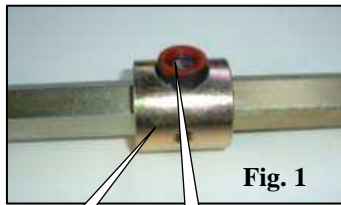
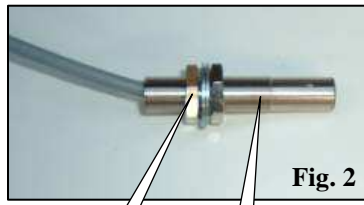
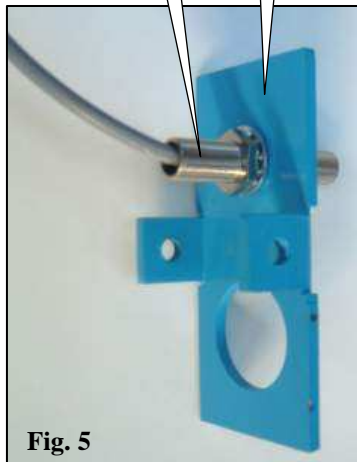
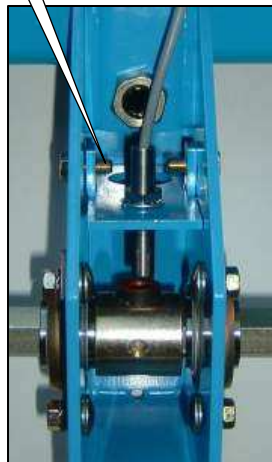

Fig. 1
Fig. 2
Fig. 5
Fig. 6
- **Sur semoir NG+ et NX (à partir de 2006)**, enlever le couvercle du boîtier A (fig.1) et la distribution. Retirer la tôle de protection I (Fig. 6) fixée sur le boîtier.
- **On NG+ and NX seeders (from 2006)**, remove the unit's cover A and the feed mechanism. Remove the protective metal plate I (Fig. 6) mounted on the unit.
- **Bei einer NG+- oder NX-Sämaschine (vor 2006):** Nehmen Sie den Deckel des Gehäuses A (Abb.1) und das Säsystem ab. Nehmen Sie ein Furchenrad, eine Säscheibe und den Zulauf aus schwarzem Plastik ab. Montieren Sie den neuen Zulauf B (Abb. 2) Ref. 7079.a (Haken nach unten, Achse und Stift nach oben).
- **Bei einer NG+- oder NX-Sämaschine (ab 2006):** Nehmen Sie den Deckel des Gehäuses A (Abb.1) und das Säsystem ab. Entfernen Sie das Schutzblech I (Abb. 6), das auf dem Gehäuse befestigt ist.
- **Bei einer NC-Sämaschine:** Senken Sie die Schar. Nehmen Sie den Deckel des Gehäuses A (Abb. 1) und das Säsystem ab.
- **Bei einer NG+- oder NX-Sämaschine:** Montieren Sie mit Hilfe der Sechskantschraube F (Abb. 1 und 5) die Schutzplatte E (Abb. 1 und 5) Ref. 6240 auf den Deckel des Sägehäuses, ohne dabei das Blech G (Abb. 1 und 5) Ref. 6241 zu vergessen.
- **Op zaaimachine NG+ en NX (voor 2006):** verwijder de deksel van het distributiehuis A (fig.1) en het distributiemechanisme. Demonteer een dieptemeterwiel en een schijf evenals de zwarte plastic zaadkorrelafvoerstuk. Monteer het nieuwe zaadkorrelafvoerstuk B (fig.2) ref. 7079.a (haak beneden, as plus borgpen boven).
- **Op zaaimachine NG+ en NX (vanaf 2006),** verwijder de deksel van distributiehuis A (fig.1) het distributiemechanisme. Verwijder de beschermkap I (Fig. 6) op het distributiehuis.
- **Op zaaimachine NC:** laat de kouter zakken. Verwijder het deksel van distributiehuis A (fig. 1) en het distributiemechanisme.
- **Op zaaimachine NG+ en NX:** monteer de beschermkap E (fig.1 en 5) ref. 6240 op het deksel van de verdeelkast met behulp van de zeskantige schroeven F (fig.1 en 5); vergeet niet de plaat G (fig. 1 en 5) ref. 6241.
- **En sembradora NG+ y NX (antes de 2006)** quitar la tapa de la caja A (fig.1) y la distribución. Desmontar una rueda de control y un disco así como el descenso de granos de plástico negro. Montar el nuevo descenso B (fig.2) ref. 7079.a (gancho abajo, eje más pasador arriba).
- **En sembradora NG+ y NX (a partir de 2006)** quitar la tapa de la caja A (fig. 1) y la distribución. Retirar la placa de protección I (Fig. 6) fijada en la caja
- **En sembradora NC,** bajar la reja. - Quitar la tapa de la caja A (fig. 1) y la distribución.
- **En sembradora NG+ y NX** montar la solapa protectora E (fig. 1 y 5) ref. 6240 en la tapa de la caja de distribución con los tornillos de cabeza hexagonal F (fig. 1 y 5) sin olvidar la placa G (fig. 1 y 5) ref. 6241.
- **Nei modelli di seminatrice NG+ e NX, (immatricolati prima del 2006)** rimuovere il coperchio della scatola A (fig.1) e la distribuzione. Smontare una ruota di calibro, un disco e la discesa di semi in plastica nera. Montare la nuova discesa B (fig.2) ref. 7079.a (gancio in basso, asse più copiglia in alto).
- **Nel modello di seminatrice NC, (immatricolati dal 2006)** abbassare il vomere. Rimuovere il coperchio della scatola A (fig. 1) e la distribuzione. Rimuovere la lamiera di protezione I fissata sulla scatola (Fig.6)
- **Nei modelli di seminatrice NG+ e NX,** montare la bavetta di protezione E (fig. 1 e 5) ref. 6240 sul coperchio della scatola di distribuzione con le viti a testa esagonale F (fig. 1 e 5) senza dimenticare la lamiera (fig. 1 e 5) ref. 6241.
-Coller l'aimant B sur la noix A (fig. 1) si cela n'est pas déjà fait.
-**Sur NC et NG+**, positionner le capteur C sur la tôle G (fig. 5). Monter la tôle G dans la boîte à capteur à l'aide des deux vis H (fig. 6).
-**On NC and NG+ seeders**, position sensor C on metal plate G (fig. 5). Mount metal plate G in the sensor unit using the two screws H (fig. 6).
-**Bei NC- und NG+-Sämaschinen:** Positionieren Sie den Sensor C auf dem Blech G (Abb. 5). Montieren Sie mit Hilfe der beiden Schrauben H (Abb. 6) das Blech G in das Sensorgehäuse.
- **Op de NC en NG+** plaatst u de sensor C op de plaat G (fig. 5). Monteer de plaat G in de sensorkast met behulp van twee schroeven H (fig. 6).
- **En NC y NG+**, situar el captador C en la placa G (fig. 5). Montar la placa G en la caja del captador con los dos tornillos H (fig. 6).
-**Nei modelli NC e NG+**, posizionare il sensore C sulla lamiera G (fig. 5). Montare la lamiera G sulla scatola del sensore con le due viti H (fig. 6).